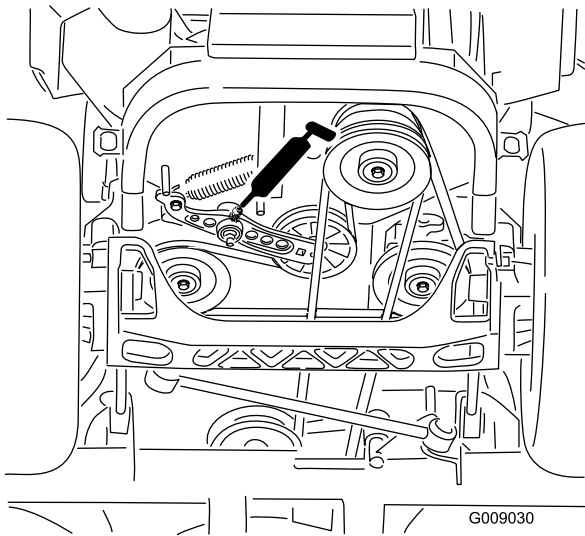

Bild 48
6. Schmieren Sie den Spannarm des Treibriemens (**Bild 48**).